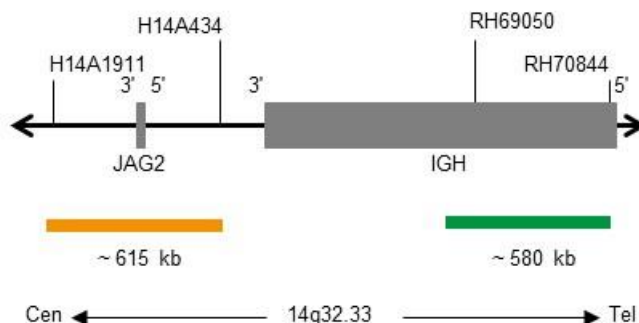

Fig. 1 : Carte de la sonde SPEC IGH (pas à l'échelle)
- Polynucléotides marqués au ZyGreen (excitation 503 nm/émission 528 nm) (~10,0 ng/ μ l), qui ciblent une séquence de 14q32.33* (chr14:106,690,778-107,268,412) distale de la région des points de rupture de IGH (voir figure 1).
- Polynucléotides marqués au ZyOrange (excitation 547 nm/émission 572 nm) (~4,5 ng/ μ l), qui ciblent une séquence de 14q32.33* (chr14:105,296,741-105,909,611) proximale de la région des points de rupture de IGH (voir figure 1).